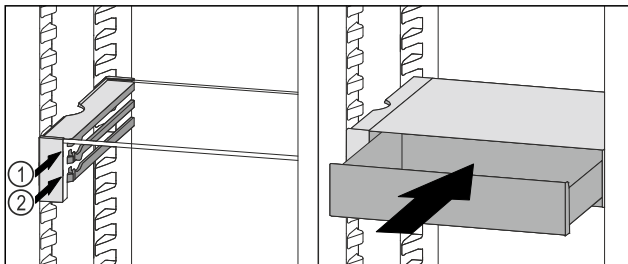

Fig. 61
- ▶ VarioSafe-lade achter de stoppers op de gewenste rib Fig. 61 (1) of Fig. 61 (2) plaatsen.